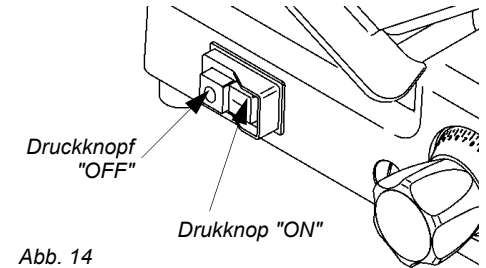

Abb. 14
- auf der elektronischen Karte die Position der Brücken zur Wahl der Speisung kontrollieren (Abb. 14);